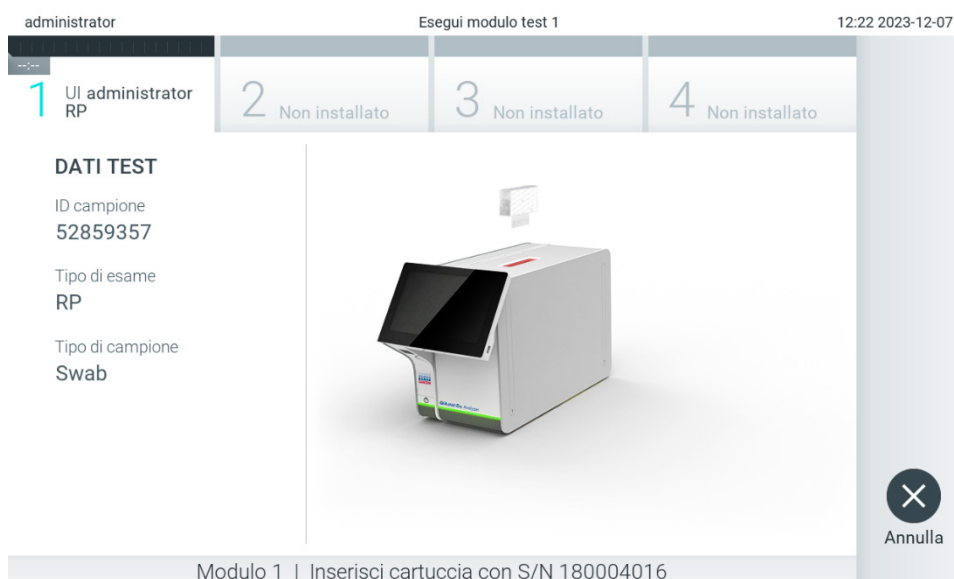

Figura 27. Inserimento della cartuccia d'esame QIAstat-Dx nel QIAstat-Dx Analyzer 2.0.
7. Accertarsi che entrambi gli sportellini del campione, quello della porta tampone e quello della porta principale della cartuccia d'esame QIAstat-Dx, siano chiusi saldamente. Quando la porta di ingresso della cartuccia sulla parte superiore del QIAstat-Dx Analyzer 2.0 si apre automaticamente, inserire la cartuccia d'esame QIAstat-Dx con il codice a barre rivolto verso sinistra e le camere di reazione rivolte verso il basso (Figura 27).